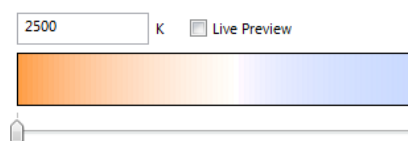

Abbildung 208: Auswahl einer Farbtemperatur.
- **Farbtemperatur („Tc colour temperature“):** Dieser Farbentyp wird auch als „Tunable White“ bezeichnet. Wie in Abbildung 208 zu sehen, erlaubt hier ein Schieberegler die Auswahl eines „wärmeren“ (rötlich) oder „kälteren“ (bläulich) Lichts. Alternativ kann der Farbtemperaturwert in Kelvin eingegeben werden. Dabei ist zu beachten, dass ein niedrigerer Wert als „wärmer“ und ein höherer als „kälter“ bezeichnet wird.